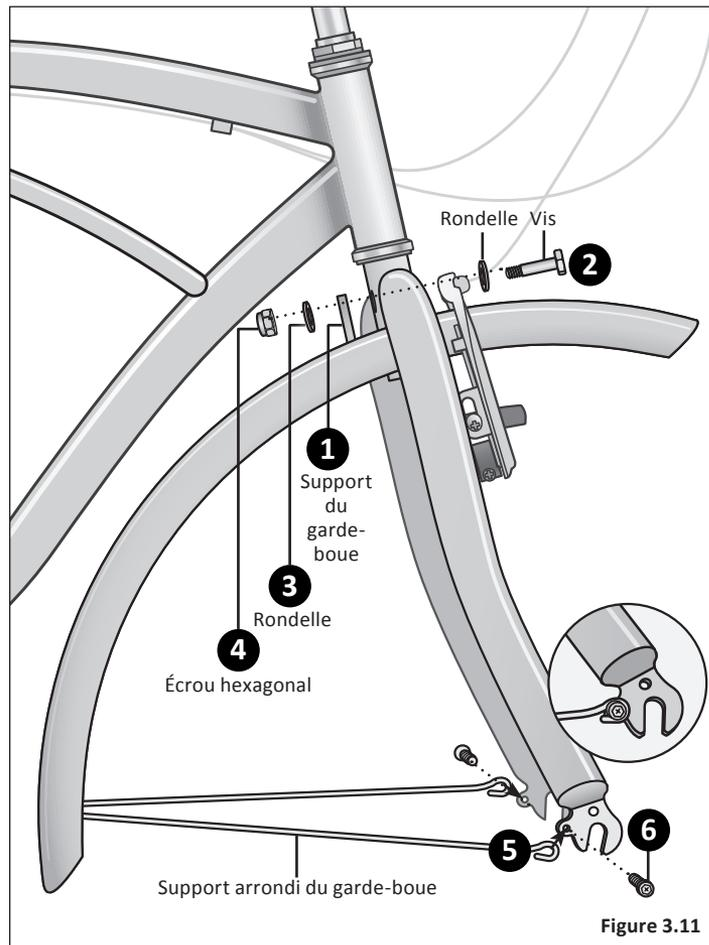

Figure 3.11
- 1 Positionnez le garde-boue avant de manière à ce que le support de garde-boue soit à l'intérieur du cadre. Le garde-boue est fixé à la tête de fourche. Alignez le trou du support sur le trou de la couronne de la fourche. **Figure 3.11**